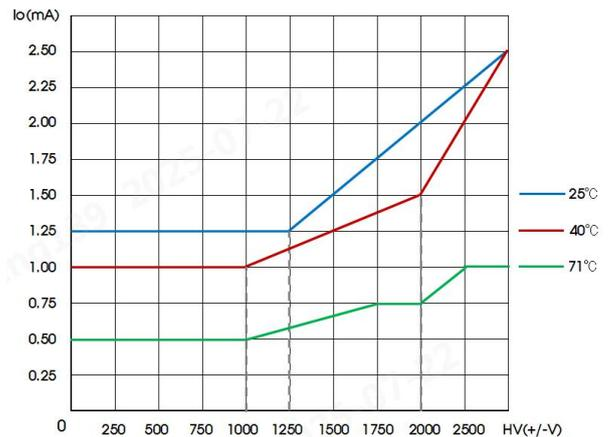

图 2 不同输出电压负载降额曲线图
②在此范围内产品满足输出电压精度；
③在标称输出电压最大值下负载电流允许最大 2.5mA，其它输出电压下请参见图 2“不同输出电压负载降额曲线图”；
④上述效率值是在产品标称输入电压、标称输出电压、输出最大电流下测得。